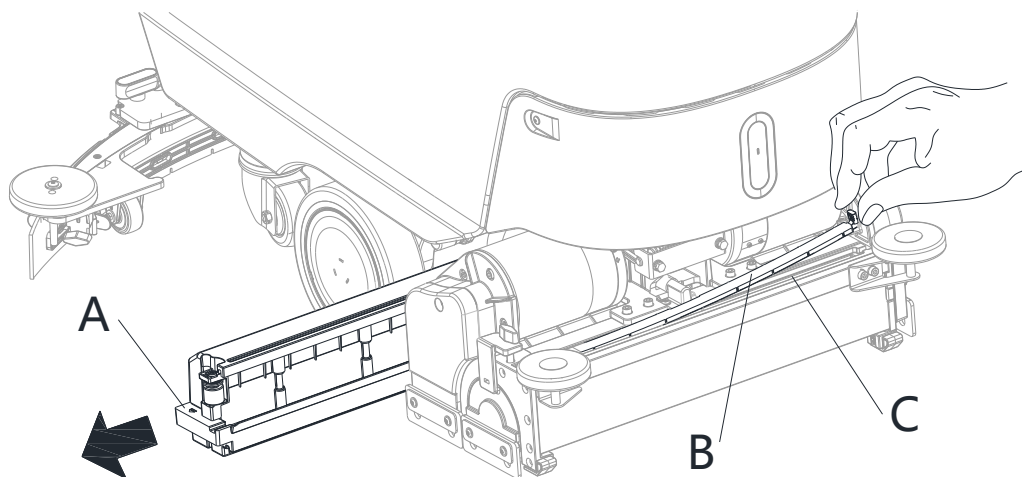

Figure 17
3. Tirer la trémie à déchets (A, Fig. 17) sur le côté, puis la nettoyer soigneusement et la réinstaller sur le plateau. Proposer de la nettoyer à la fin du quart de travail.
4. Tirer sur le couvercle en caoutchouc (B) et nettoyer le bac (C) pour s'assurer qu'aucun trou n'est bouché. Remettre le couvercle en caoutchouc (B) après le nettoyage.